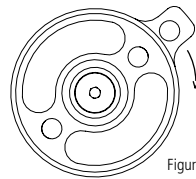

Figura 19
1. A partir da suspensão destravada, gire a alavanca de trava (11) lentamente no sentido horário e teste o comportamento, "bombando" a suspensão (Figura 19).